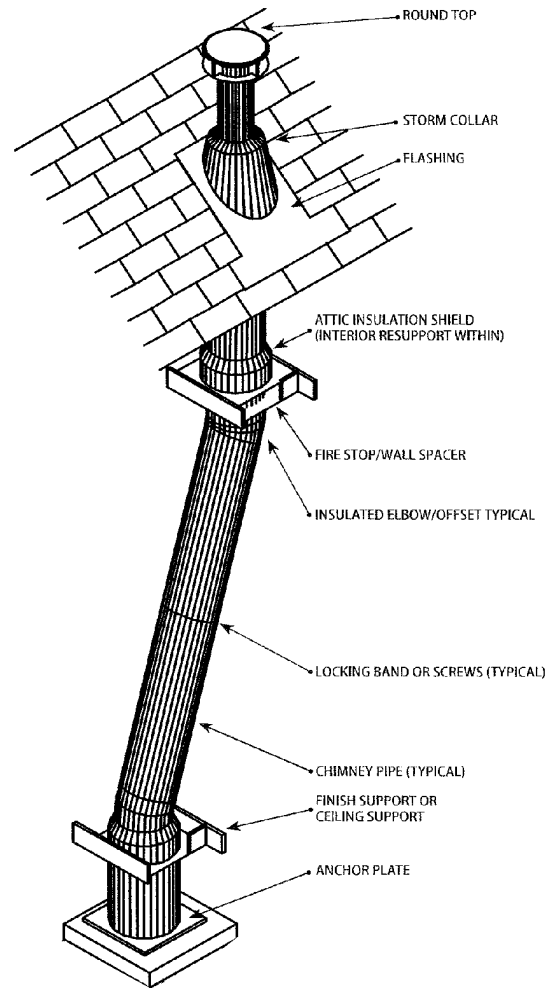

Figura 24. Construcción de chimeneas metálicas
B. Complete la instalación de la chimenea como se muestra en la figura 24. A medida que la chimenea se extiende a través del ático hasta el tejado, fije las correas de sujeción a las vigas y viguetas según sea necesario para proporcionar estabilidad.